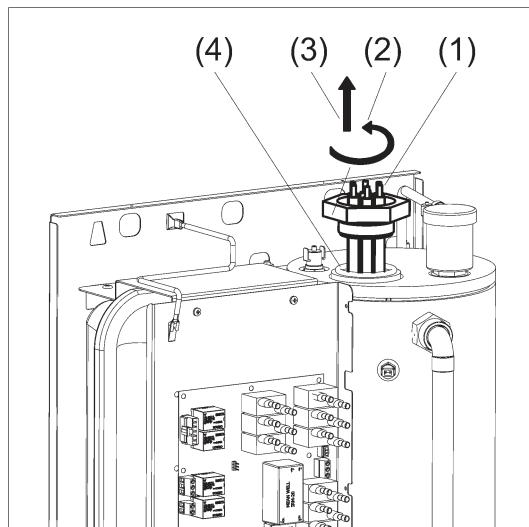

Рисунок 9. Замена блока ТЭН
- (1) Снимите защитный колпак с блока ТЭН при его наличии.**
- (2) Отсоедините силовые провода, идущие от ТЭНов (см. рис. 9).**
- (3) Выверните блок ТЭН (против часовой стрелки) из теплообменника.**
- (4) Извлеките блок ТЭН из теплообменника.**
- (5) Замените уплотнительное резиновое кольцо (кольцо входит в комплект поставки).**
- (6) Вверните по часовой стрелке новый блок ТЭН в теплообменник.**
- (7) Проверьте герметичность резьбового соединения.**
- (8) Подсоедините к блоку ТЭН силовые провода.**
- (9) Проверьте надёжность контактов электрического соединения.**
- (10) Установите защитный колпак при его наличии.**